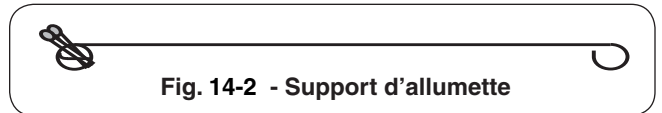

Fig. 14-2 - Support d'allumette
2. Insérez un allumeur brûlant de butane de long-baril, une allumette brûlante de long-tige, ou une allumette brûlante tenue par un support de prolongation de fil (Fig. 14-2) par les grilles à cuire au brûleur (Fig. 14-3). Pour des backburners, tenez la flamme contre le matériel perforé du brûleur arrière. Pour des sideburners, tenez la flamme contre le brûleur.